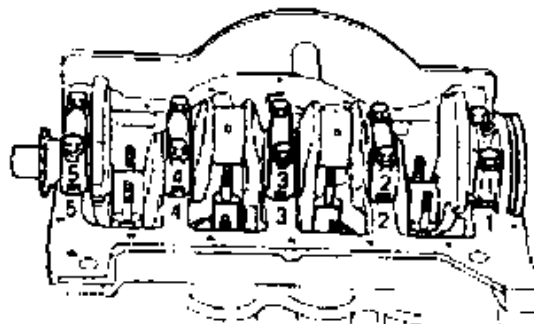

Figura 40: Marcação das capas dos mancal.
- 24 . Observar a marca dos mancals, sob a cabeça do parafuso, e no bloco (Figura 40);